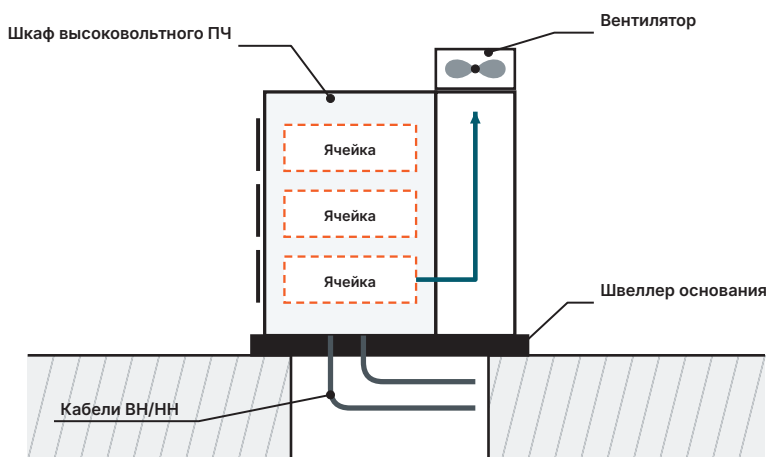

Рис. 17. Пример с вводом кабелей снизу
- Шкафы ПЧ должны плотно прилегать к основанию. После сборки, выверки и выравнивания шкафы привариваются к швеллерам основания (рис. 17).